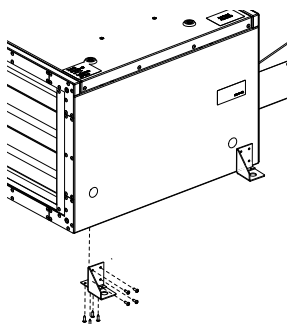

Рис. 5:
- Не продельвайте в корпусе никаких отверстий и не ввинчивайте в него винты. Это не относится к винтам крепежных уголков (рис. 5).